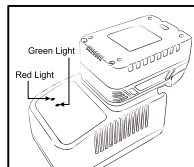

Abb. 2
- Schließen Sie das Ladegerät an eine Steckdose an. Stecken Sie den Batteriesatz in das Ladegerät und richten Sie die erhöhte Rippe auf dem Batteriesatz mit der Nut im Ladegerät aus. (Abb. 2)